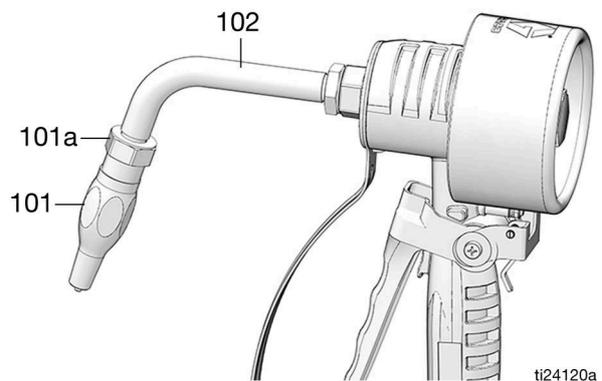

FIG. 7
5. Placer la buse (101) :
**REMARQUE :** ne pas utiliser de ruban en PTFE ni de produit d'étanchéité pour filetages sur les filetages de la buse (101). Ceci pourrait provoquer une fuite au niveau du raccord.
- a. Visser la buse (101) sur la rallonge (102) comme montré sur la FIG. 7.
- b. Utiliser une clé à molette à extrémité ouverte sur les méplats de la douille de la buse (101a) (FIG. 7) pour serrer le raccord.